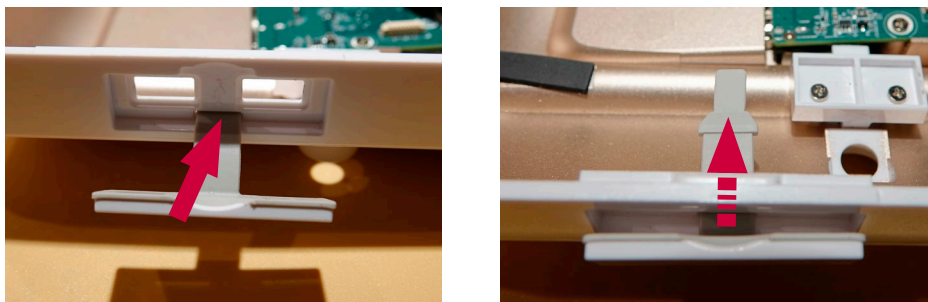

Figura 26 Montați un nou capac pentru USB.
- b) Introduceți noul capac pentru USB dinspre partea exterioară a carcasei. Împingeți ușor articulația flexibilă în poziție cu o șurubelniță plată, având grijă să nu deteriorați garnitura din cauciuc (Figura 26)